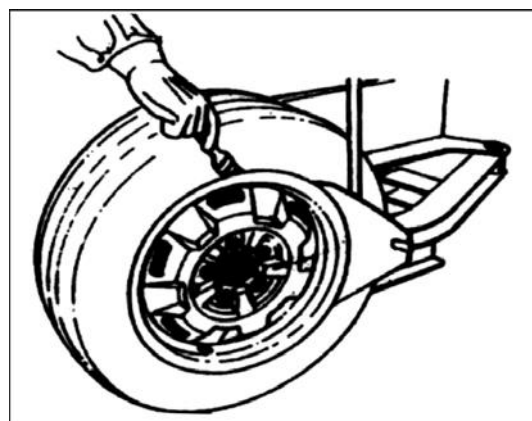

Fig 17
4.1.2 Placer dækket mellem dækafpresseren og hjulstøtten. Placer dækafpresseren på siden af dækket (FIG17). Træd derpå på pedalen for at adskille fælgen fra dækket (fig2-12). Gentag dette på andre dele af dækket, til dækket er helt adskilt fra fælgen. For at gøre det let at tage vulsten ud, kan børsten bruges til at smøre smørelse eller tykflydende sæbe mellem vulsten og fælgen.